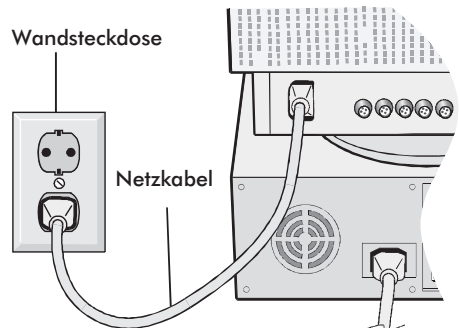

Abbildung D.1
4. Verbinden Sie das mitgelieferte Netzkabel auf einer Seite mit dem Monitor und auf der anderen Seite mit einer geerdeten Wandsteckdose in der Nähe des Monitors (Abbildung D.1).